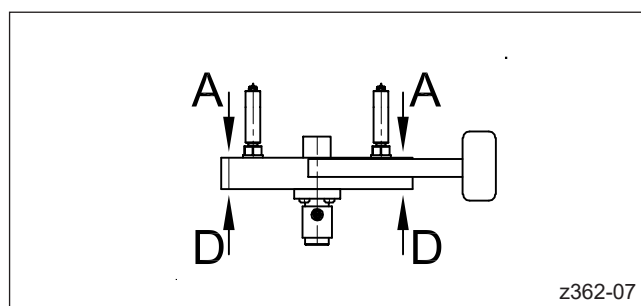

Abbildung 12: Mögliche Anschlagpunkte an einem L2X-System
- L2X-System (siehe Abbildung 12):